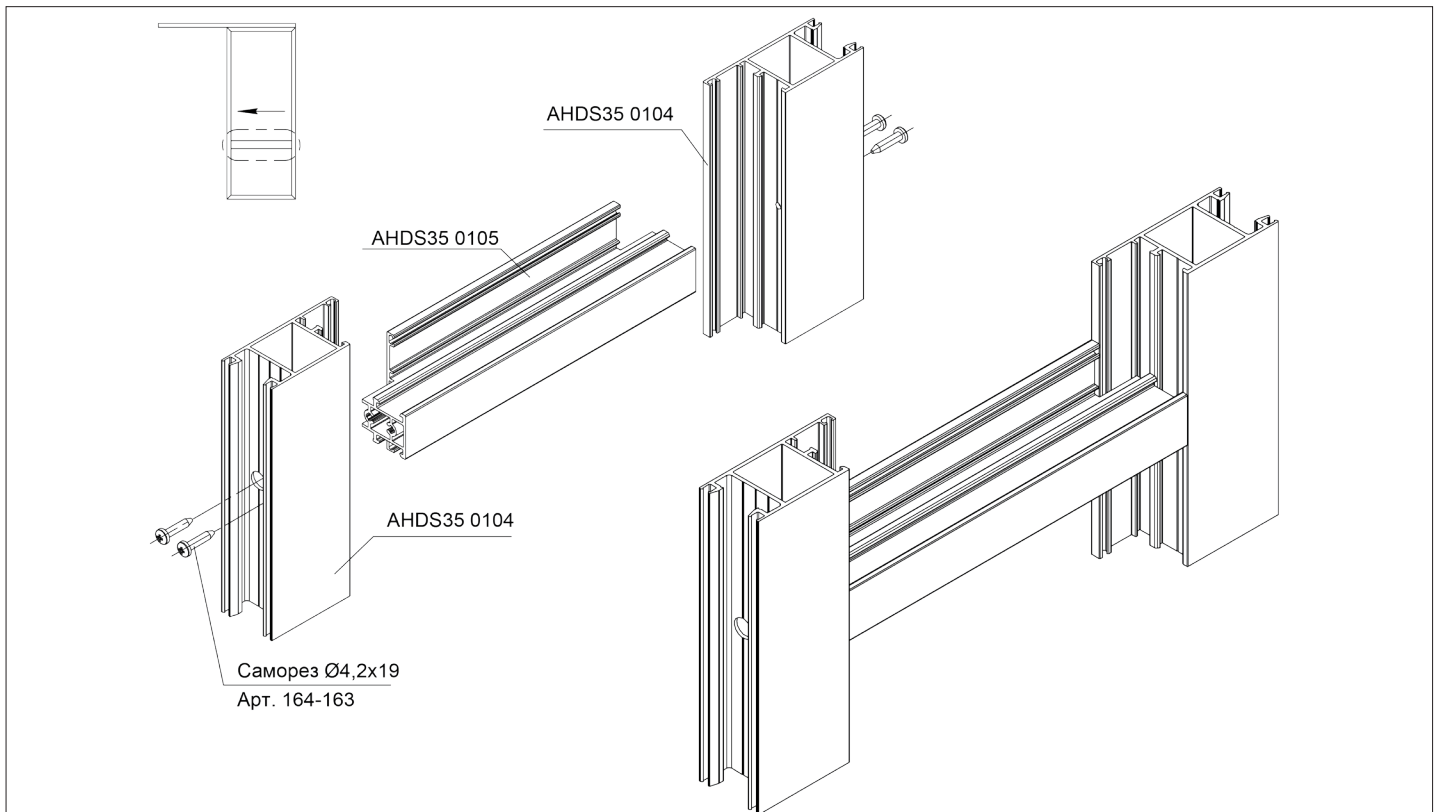

Рис. 15
4. В случае наличия импоста (профиль 0105) в створке (профиль 0104), закрепите его на заданной высоте (рис. 15).